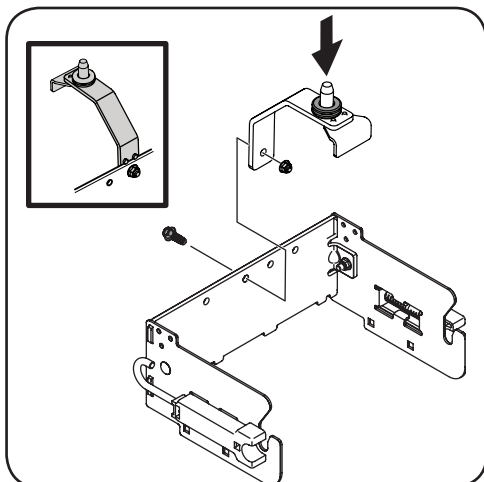

Figura 4-2
3. Voltee el conjunto del soporte y monte la ménsula de soporte (Ref. n°2) en el orificio central del soporte posterior con el tornillo hexagonal (Ref. n°8) y tuerca de seguridad bridada (Ref. n°10). Vea la Figura 4-2.
4. Ponga la arandela de goma en el pasador de la parte inferior de la ménsula de soporte. Vea el recuadro de la Figura 4-2.